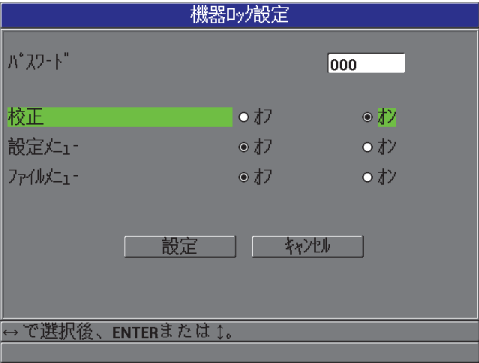

図 5-11 本体ロック設定画面
2. **本体ロック 設定画面**で（98 ページ図 5-11 参照）、すでにパスワードが設定されている場合は、**パスワードフィールド**にパスワードを入力します。その後、次の手順でロックまたはロック解除を行います。